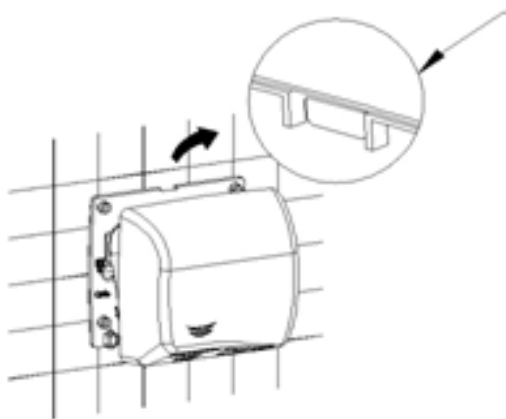

Fig. 8
5. Befestigen Sie das Gehäuse des Trockners an der Halterung und vergewissern Sie sich, dass der obere Befestigungsverschluss problemlos in die Vorrichtung der Halterung einrastet (siehe Abbildung 8).